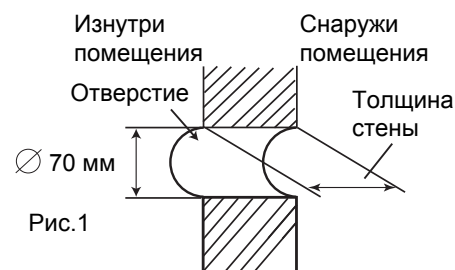

Рис. 1
2. Выполните в стене отверстие диаметром 70 мм с небольшим уклоном вниз по направлению к наружной поверхности стены. Установите в отверстии защитную муфту (приобретается отдельно), после чего загерметизируйте отверстие герметиком и специальными мастиками См. Рис.1.